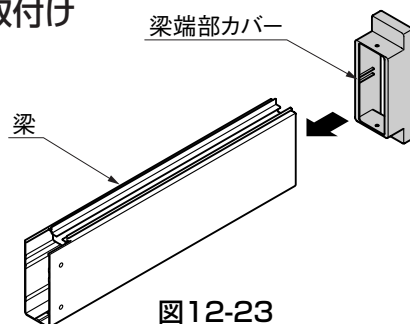

図12-23
- ① 梁端部カバーを梁に通してください。(図12-23参照)